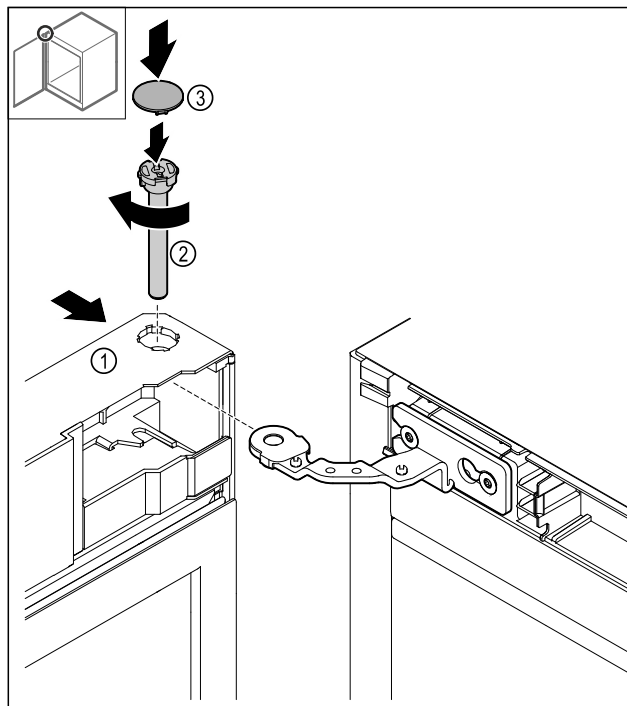

Fig. 51
- Du haut, pousser la porte Fig. 51 (1) sur la charnière.
- Insérer et serrer le boulon Fig. 51 (2) dans le sens des aiguilles d'une montre.
- Poser le cache Fig. 51 (4).